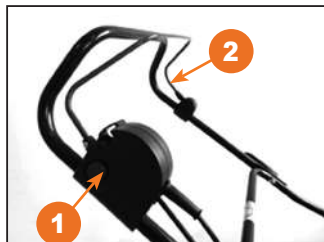

Рис. 15
- Нажмите и удерживайте кнопку блокировки включения **1** (рис. 15).
- Продолжая удерживать кнопку блокировки включения, прижмите скобу включения двигателя **2** к рукоятке. Двигатель заработает и вал начнет вращение (рис. 15).
- Отпустите кнопку блокировки включения **1**, продолжая прижимать скобу включения двигателя **2** для обработки участка (рис. 15).